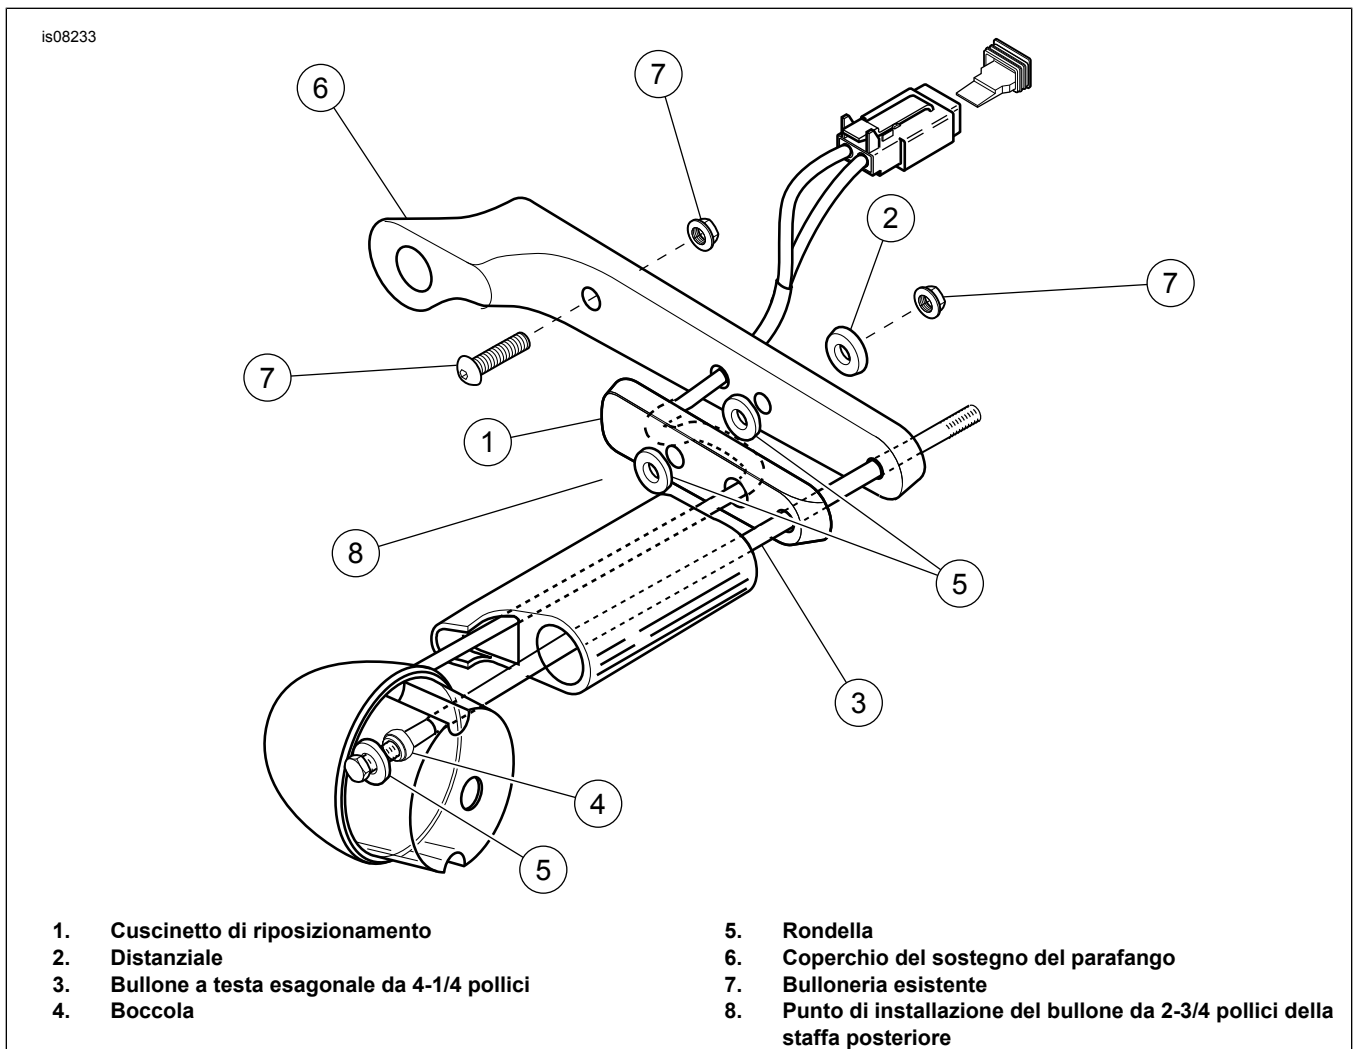
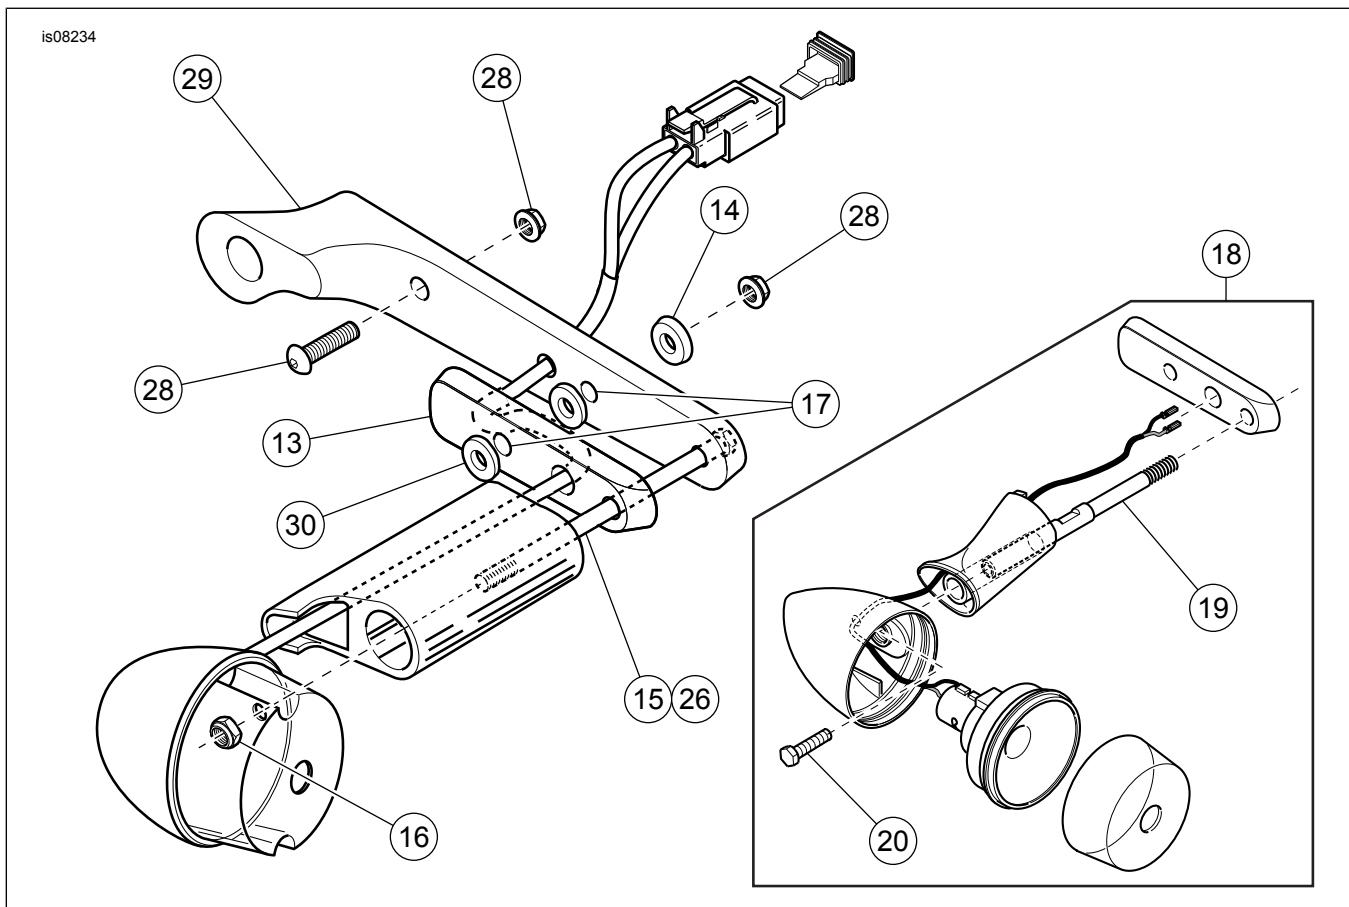

Figura 10. Installazione su modelli 1998-2001
Figura 11. Parti di ricambio (kit 2 di 3)
5. Vedere Figura 11. Installare dalla parte interna del parafango il bullone lungo da 4-1/2 pollici (15) preso dal kit, uscendo dai fori posteriori da cui sono state rimosse le viti a testa bombata al punto 3.
9. Vedere Figura 11. Con un piccolo tratto di nastro, fissare il distanziale grande (14) preso dal kit al telaio, sopra il foro dal quale è stato rimosso il prigioniero dell'indicatore di direzione posteriore.
11. Vedere Figura 11. **Sui modelli 1994-1997**, eccetto i modelli Hugger, inserire un bullone da 4-1/2 pollici (15), dalla parte interna del parafrangente, facendolo uscire attraverso il foro nella posizione più retrograda sul telaio del parafrangente. Lasciarlo insediato senza stringere. Vedere Figura 10. **Sui modelli 1998-2001**, praticare un foro filettato nella scatola dell'indicatore di direzione usando una punta da trapano da 13/32 di pollice. Fare attenzione a non graffiare la superficie cromata della scatola dell'indicatore di direzione. Collocare la rondella (5) e la boccia (4) sul bullone da 4-1/4 pollici (3) vicino alla filettatura. Installare il bullone attraverso la scatola dell'indicatore di direzione. La boccia deve essere a filo con la borchia interna della scatola dell'indicatore di direzione. **Sui modelli 2002-2003**, vedere il punto 13.
12. Vedere Figura 11. **Sui modelli 2001 ed anni precedenti**, inserire il filo proveniente dalla luce dell'indicatore di direzione posteriore, attraverso il foro centrale del cuscinetto di riposizionamento, lungo la canalina sulla parte interna del cuscinetto ed attraverso il terzo foro a partire dalla parte posteriore nel coperchio del sostegno del parafrangente. Disporre il filo all'indietro, nel coperchio del sostegno del parafrangente e fissarlo nuovamente con nastro adesivo nella parte posteriore del coperchio del sostegno del parafrangente.
- Vedere Figura 11. **Sui modelli 1994-1997**, installare l'indicatore di direzione posteriore con il cuscinetto di riposizionamento ed il coperchio del sostegno del parafrangente su quest'ultimo, utilizzando il bullone da 4-1/2 pollici inserito attraverso la parte posteriore del parafrangente (punto 11). Serrare il bullone a fondo usando il dado bloccante (16) installato sul bullone nella parte interna della scatola dell'indicatore di direzione.
- Vedere Figura 10. **Sui modelli 1998-2001**, applicare Loctite 242 (blu) sulle filettature del bullone da 4-1/4 pollici (3). Installare l'indicatore di direzione con il cuscinetto di riposizionamento (1) ed il coperchio del sostegno del parafrangente sul parafrangente, con un bullone da 4-1/4 pollici inserito attraverso la scatola dell'indicatore di direzione al punto 11.
- Vedere Figura 11. **Sui modelli 2002-2003**, inserire l'estremità filettata all'esterno del prigioniero di montaggio (19) da 4 pollici nel foro del lato stretto del cuscinetto di riposizionamento (13). Sistemare senza stringere la scatola degli indicatori di direzione e l'alberino sul prigioniero di montaggio, facendo passare il filo della luce attraverso il foro centrale del cuscinetto di riposizionamento, lungo la canalina all'interno del cuscinetto ed attraverso il terzo foro a partire dalla parte posteriore, nel coperchio del sostegno del parafrangente.
- Applicare Loctite® 242 (blu) sulle filettature esterne del prigioniero di montaggio. Inserire il prigioniero di montaggio attraverso il coperchio del sostegno del parafrangente e nel sostegno. Con una chiave a bussola poligonale da 5/16 di pollice sulla sezione piatta del prigioniero di montaggio, serrare il prigioniero nel sostegno del parafrangente ad una coppia di 16,3 N·m (12 ft-lb). Installare una vite con testa esagonale (20) all'interno della scatola dell'indicatore di direzione e serrare ad una coppia di 12 N·m (9 ft-lb) nel prigioniero di montaggio (19). Tirare con fermezza il filo della lampadina attraverso il sostegno del parafrangente. Lubrificare l'isolatore di gomma del gruppo della luce con un lubrificante adatto. Questo faciliterà l'installazione del gruppo nella scatola degli indicatori di direzione. Premere uniformemente la lampadina nella scatola degli indicatori di direzione finché questa non si inserisca sotto la scanalatura del coperchio della lente.
- Vedere Figura 11. **Sui modelli 1994-1997**, installare la lampadina dell'indicatore di direzione sul cuscinetto di riposizionamento con un bullone da 4-1/2 pollici inserito attraverso il parafrangente (punto 11). Serrare il bullone fino in fondo usando il dado bloccante (16) installato sul bullone nella parte interna del gruppo dell'indicatore di direzione.
- Vedere Figura 10. **Sui modelli 1998-2001**, installare il gruppo dell'indicatore di direzione sul cuscinetto di riposizionamento (1) usando il bullone da 4-1/4 pollici (3) inserito attraverso la scatola dell'indicatore di direzione al punto 11. Serrare il bullone finché non sia ben stretto.
- Applicare Loctite® 242 (blu) sulle filettature esterne del prigioniero di montaggio. Inserire il prigioniero di montaggio attraverso il coperchio del sostegno del parafrangente e nel sostegno. Con una chiave a bussola poligonale da 5/16 di pollice sulla sezione piatta del prigioniero di montaggio, serrare il prigioniero nel sostegno del parafrangente ad una coppia di 16,3 N·m (12 ft·lb). Installare una vite a testa esagonale (20) all'interno della scatola dell'indicatore di direzione e serrare ad una coppia di 12 N·m (9 ft·lb) nel prigioniero di montaggio (19). Tirare con fermezza il filo della lampadina attraverso il sostegno del parafrangente. Lubrificare l'isolatore di gomma del gruppo della luce con un lubrificante adatto. Questo faciliterà l'installazione del gruppo nella scatola degli indicatori di direzione. Premere uniformemente la lampadina nella scatola degli indicatori di direzione finché questa non si inserisca sotto la scanalatura del coperchio della lente.
14. Vedere Figura 11. **Sui modelli degli anni 1994-1997**, serrare il bullone da 4-1/2 pollici dell'indicatore di direzione posteriore dalla parte interna del parafrangente ad una coppia di 16,3 N·m (12 ft·lb). Vedere Figura 10. **Sui modelli 1998-2001**, serrare il bullone (3) da 4-1/4 di pollice dell'indicatore di direzione posteriore dalla parte interna della scatola dell'indicatore ad una coppia di 16,3 N·m (12 ft·lb).